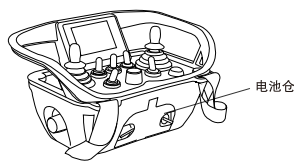

图3 (电池安装图)
- 1、将电量饱满的4只AA型(5号)电池依次正确方向装入发射器电池仓内, 并盖上后盖锁紧螺母(见图3);